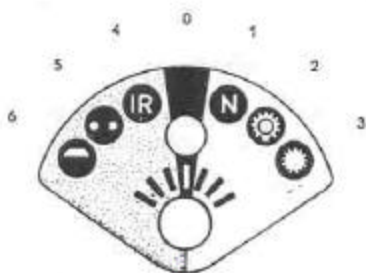

Fig. 7. — Commutateur rotatif d'éclairage
5. Commandes d'éclairage (fig. 7).